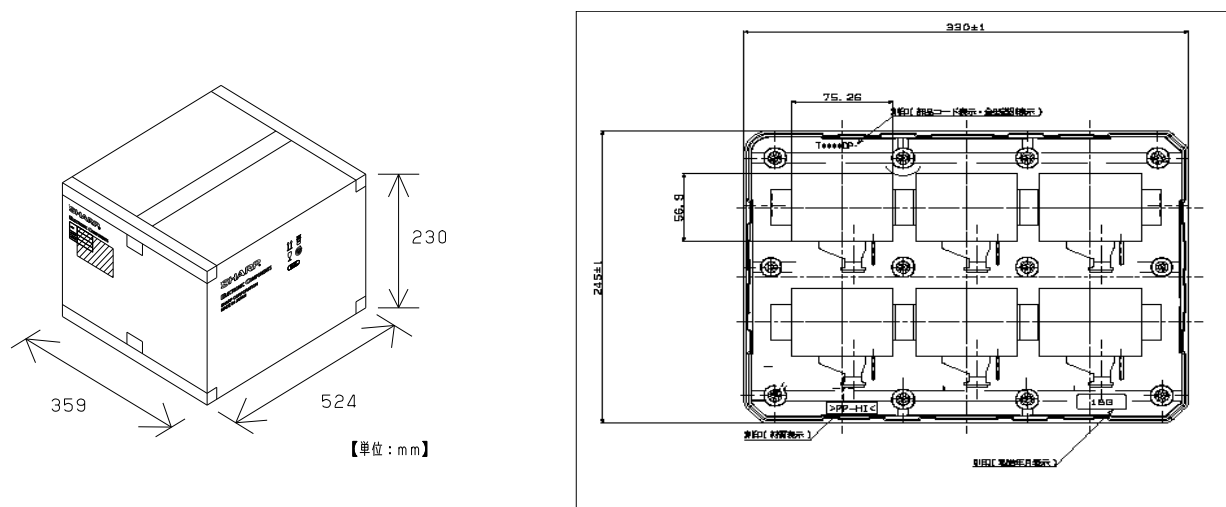

Figure13-1. Carton and tray size / 包装図
2) 収納形態：図13-1に示す。
Packaging: Figure13-1